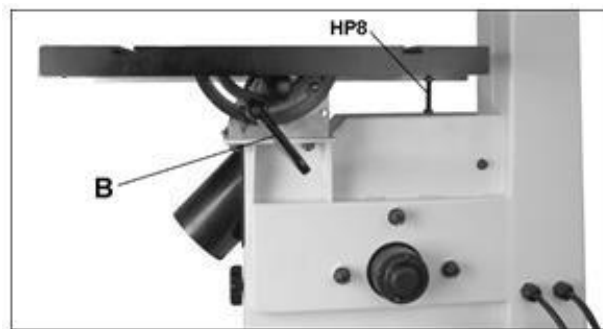

Рис. 32
См. рис. 32.
1. Ослабьте фиксатор (В, Рис. 32).